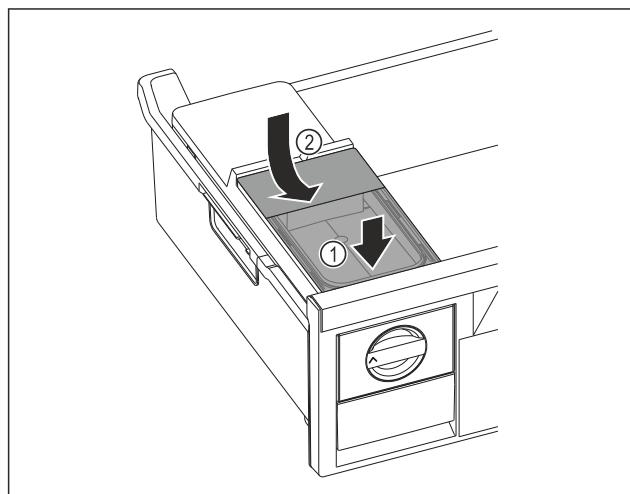

Fig. 82
- Postavite spremnik za vodu sprjeda. Fig. 82 (1)
- Spustite spremnik za vodu straga. Fig. 82 (2)